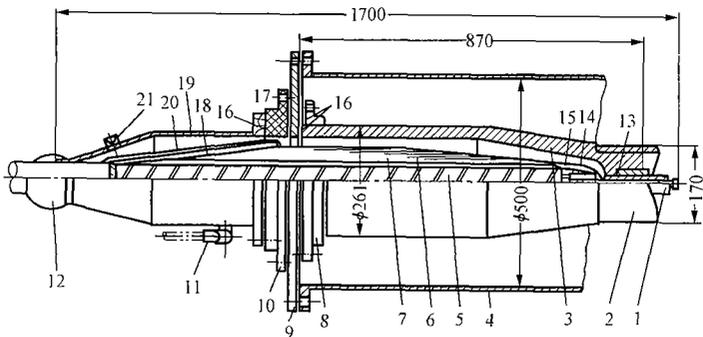

图 E-62
**Lb3E3044** 如图 E-62 所示, 标出 220kV SF6 全封闭组合电器用的电缆终端头的结构各部分名称。